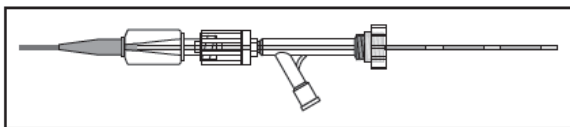

図4：フルオロセーパーマーカ
- (1) デリバリーワイヤの手元部にねじれや異常などが無いことを点検する。異常が認められた場合は新しい製品と交換する。
- (2) 2チップ・マイクロカテーテルの RHV を緩め、RHV からイントロデューサシースのテーパされた先端部を挿入し、2チップ・マイクロカテーテルのハブにシースをしっかりと収めると、イントロデューサシースが少したわむ。イントロデューサシースの周りの RHV を、コイルがカテーテル挿入時に破損しない程度に締め、血流の逆流を防ぐ。
- (3) デリバリーワイヤをスムーズに途切れない動作で進めて本品をカテーテル内に移動させる。この操作は2名で行うことが最適である。1人が RHV と2チップ・マイクロカテーテルのハブ内のイントロデューサシースをしっかりと固定し、もう1人がイントロデューサシースを真っ直ぐの状態保持し、コイルを進める。
- (4) デリバリーワイヤの近位端がイントロデューサシースの近位端5cm (2inch) 以上手前のところまで挿入する。
- (5) デリバリーワイヤの柔軟な部分がカテーテルのシャフト内に入ったら RHV を緩め、イントロデューサシースをデリバリーワイヤの手元から引き抜く。コイルがシースと一緒に出てこないことを確認する。
- (6) その後、デリバリーワイヤ上の RHV を締める。コイルが留置、及び離脱されるまでは、イントロデューサシースを廃棄しないこと。
- (7) フラッシュ溶液が正常に注入されていることを目視で確認した後、持続的フラッシュに支障を来たさない程度に RHV を緩め、デリバリーワイヤを進める。
- (8) デリバリーワイヤのフルオロセーパーマーカの位置を確認しながら、コイルを進める。
- (9) デリバリーワイヤのフルオロセーパーマーカが RHV の手元側に接するまでマイクロカテーテル内でコイルを進めたことを、エックス線透視下で確認する（図4）。